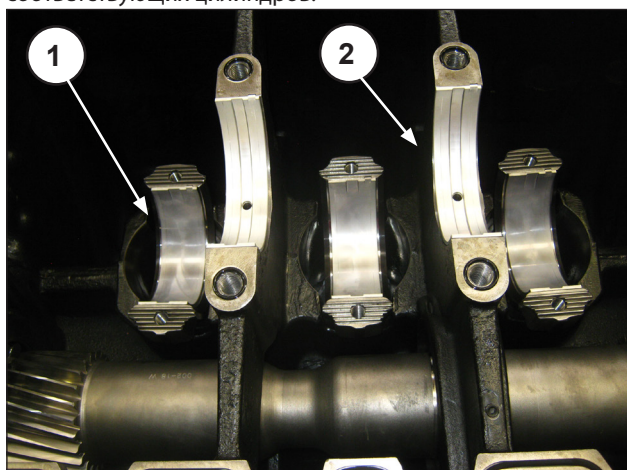
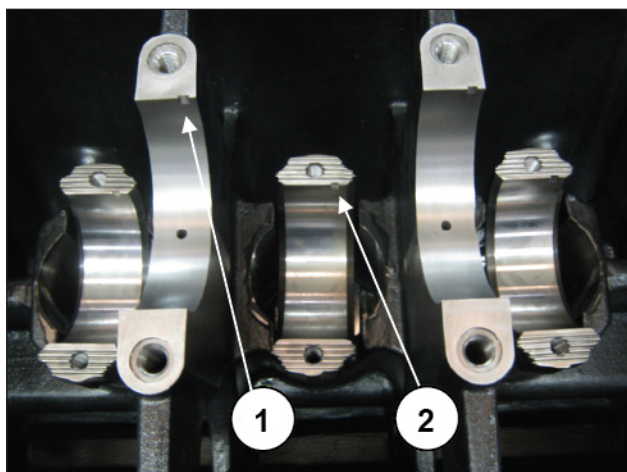

Рис. 95
Рис. 96
Установите половинки вкладышей подшипников на три половинки шатунов и коренные подшипники переднего картера (Рис. 95 поз. ①, ②). Расположите три узла с шатунной головкой на стенку соответствующих цилиндров.
Во избежание возможной перемены половин вкладышей подшипников местами строго придерживайтесь вышеприведенного изображения (Рис. 95); в частности, половины вкладышей шатунных подшипников не имеют паза на ложе (поз. ①), в то время вкладыши коренных подшипников имеют паз и смазочное отверстие (поз. ②). Перед установкой коленчатого вала еще раз убедитесь в правильности расположения вкладышей подшипников. Для правильной установки вкладышей коренных и шатунных подшипников убедитесь, что контрольные шпонки попадают в соответствующие пазы (поз. ①, ②, Рис. 96).